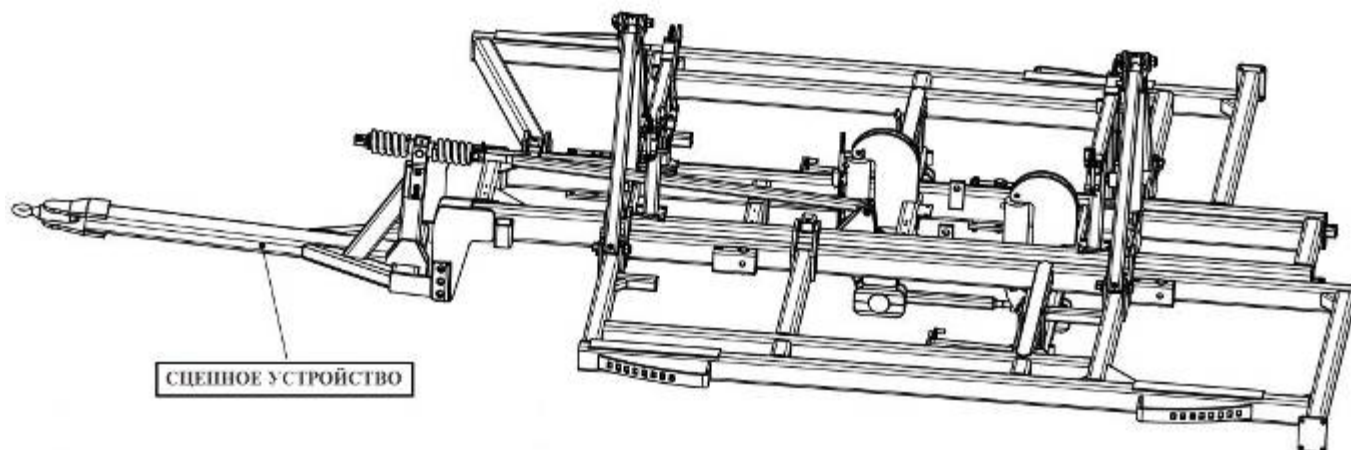

Рисунок 4.
- Смонтировать прицепное устройство (рис. 4).